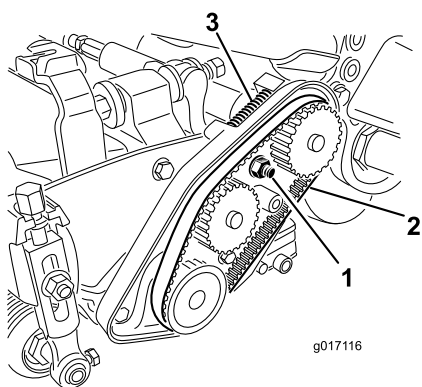

図 46
- A. ベアリングハウジング取り付けナットをゆるめる(図 46)。
- C. ベルトケース内部や圧縮スプリングについているごみをきれいに取り除く(図 46)。